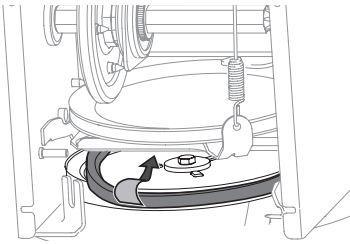

Figura 85
7. Retire la correa de alrededor de la puleja de la barrena y deslice la misma entre la ménsula de soporte y la puleja de la barrena (Figura 85).